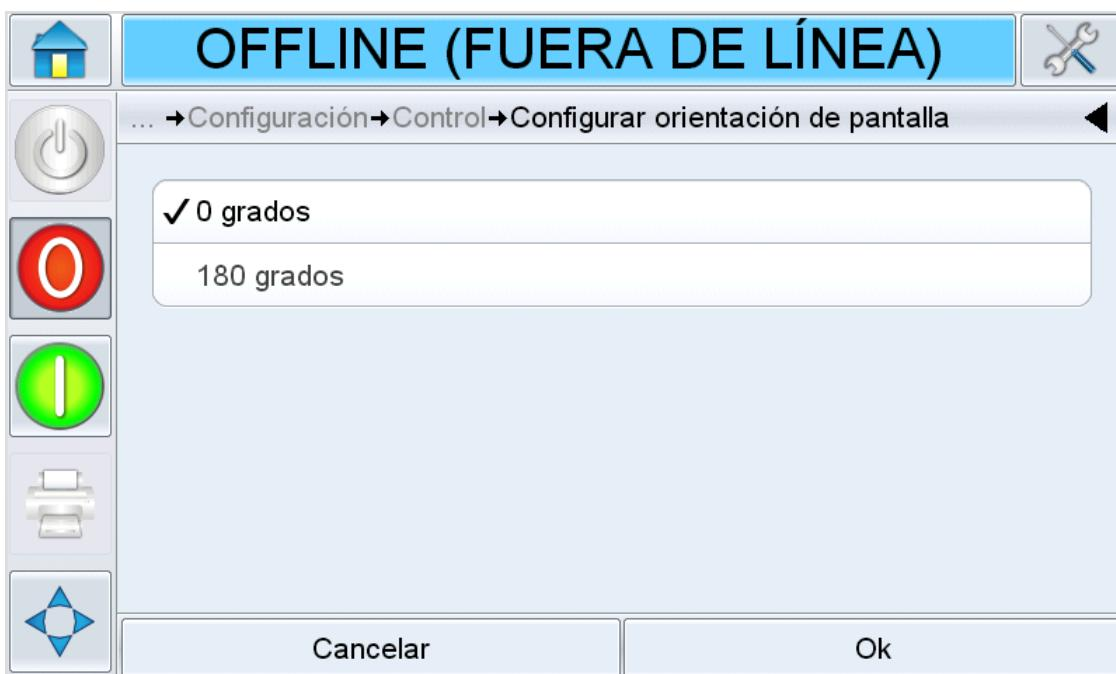

Figura 4-4: Orientación de la pantalla
2. Toque Set Screen Orientation (Configurar orientación de pantalla). Se muestra Set Screen Orientation (Configurar orientación de pantalla) (consulte Figura 4-4).